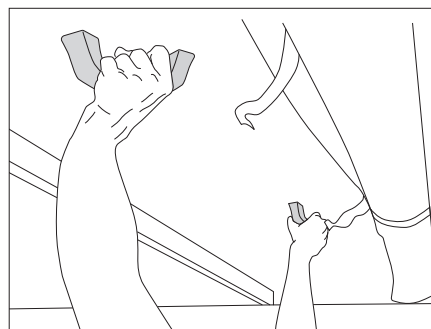

Fig. 19 Sollevamento del tetto sollevabile
- Spingere il tetto sollevabile verso l'alto con ambedue le mani (Fig. 19).